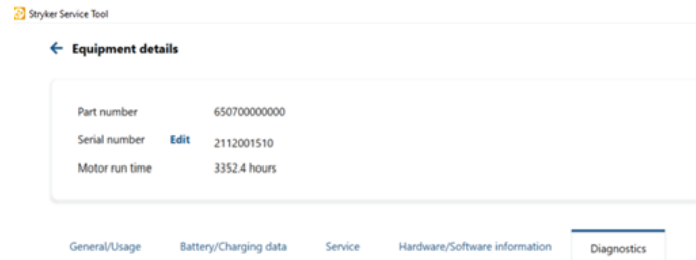

Figure 8 – Se connecter via USB
- Pour Power-PRO 2 (6507), cliquer sur **Connecter via USB** (Figure 8). Cliquer ensuite sur **Diagnostics**.